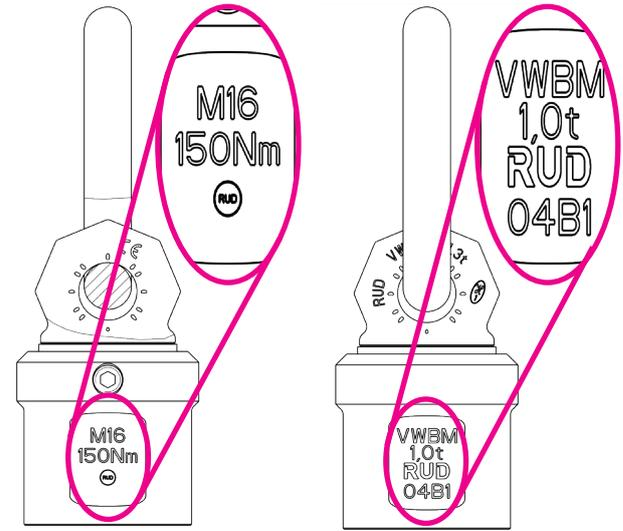

Fig. 2: Identificazione componenti VWBM
- Assicurarsi che la filettatura utilizzata sia dello stesso tipo e della stessa grandezza della filettatura del VWBM utilizzato. Il VWBM è contrassegnato con il tipo di filettatura e la relativa grandezza (Fig. 2).